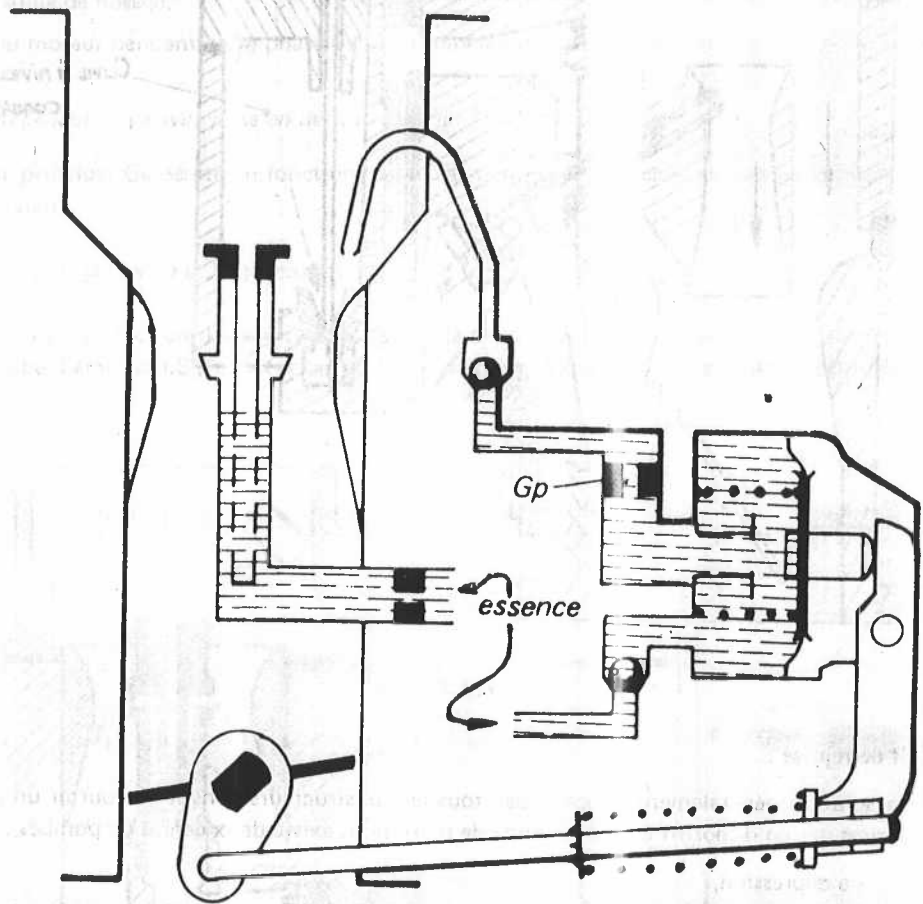

Fig. 10 -
b) Pompe à commande mécanique (Fig. 10) :